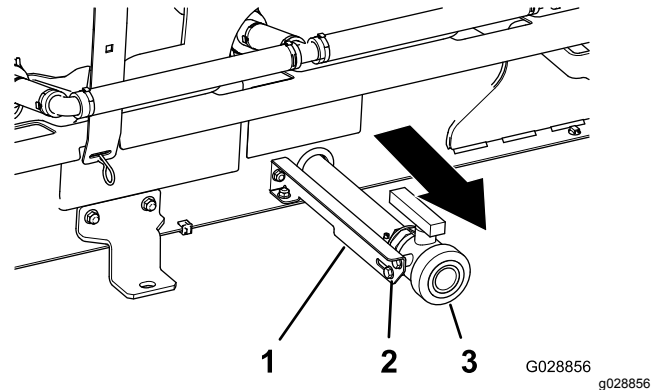

Figura 11
- A. No lado esquerdo do depósito, desaperte os dois parafusos de cabeça flangeada que prendem a válvula de drenagem ao suporte de apoio da válvula (Figura 11).
- B. Mova a válvula de drenagem totalmente para fora nas ranhuras do suporte (Figura 11).
- C. Aperte os dois parafusos de cabeça flangeada (Figura 11).